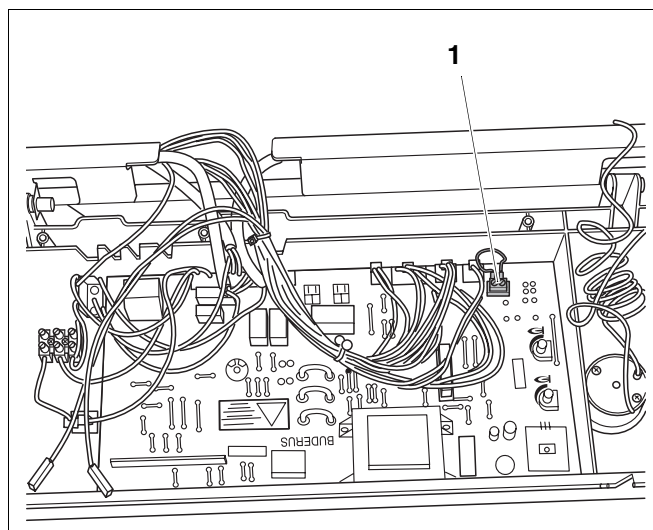

Рис. 31 Проверка регулятора температуры в помещении
- Установить перемычку между присоединениями (**Con 3**) (рис. 31, поз. 1).